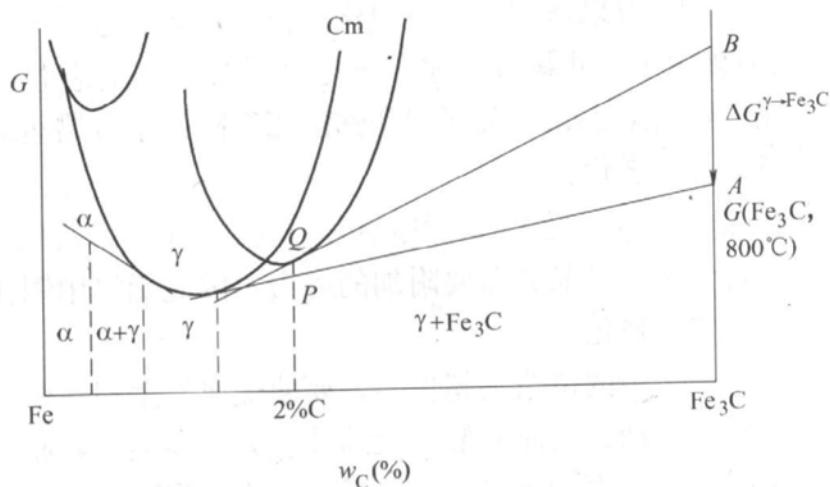

图 3-4 第十题第 3 小题解答图
①将有不平衡共晶组织出现，可能发生共晶反应产生 Ld 。
②得到的 P 其片层间距将更为细小。
③析出 Fe_3C_{II} 的量将减少，甚至完全抑制了 Fe_3C_{II} 的析出。
3. 见图 3-4。 α 、 γ 和 $\gamma + Fe_3C$ 曲线两两相切。当含 C 为 2% 时，由直线定则， P 点为 $\gamma + Fe_3C$ 两相的自由能， Q 点为 γ 母相的自由能。对于该合金，肯定析出 Fe_3C 而不会是析出 α 。